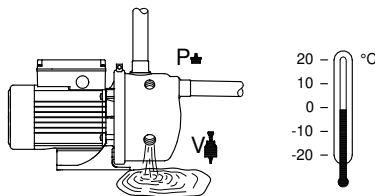

Rys. 7 Oczyszczyć wirnik
7. Sprawdzić, czy wirnik jest zanieczyszczony (poz. 49). Jeśli sytuacja taka ma miejsce, oczyścić wirnik (na miejsce) używając do tego miękkiej szczoteczki lub strumienia wody. Patrz rys. 7.